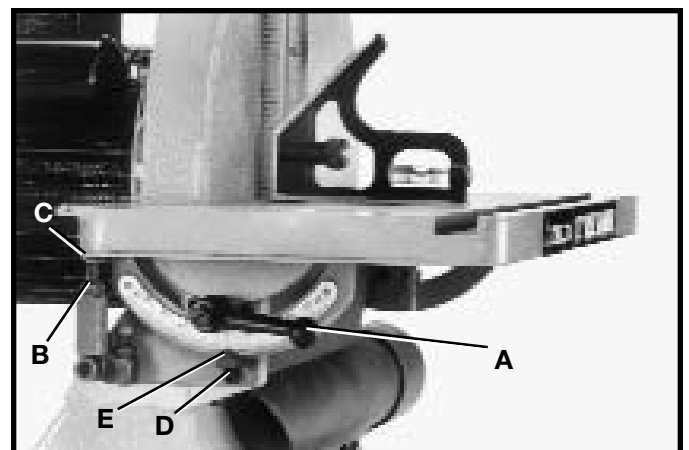

Fig. 12
1. Coloque una escuadra correcta sobre la mesa, con un extremo de la escuadra descansando contra el disco, conforme a lo ilustrado en la Fig. 12. Si la mesa no cuadra con el disco, haga lo siguiente: Afloje las agaraderas de cierre de la mesa, de las cuales aparece una en (A) Fig. 12, situadas a cada extremo de la mesa. **AVISO:** La agaradera de cierre de la mesa (A) Fig. 12 está cargada con resorte y puede ser reposicionada sobre el gorrón tirando de la agaradera y reposicionándola sobre la tuerca.
2. Afloje la tuerca de cierre (B) Fig. 12 y ajuste el tornillo (C) como corresponda hasta que la mesa cuadre con el disco abrasante. Apriete entonces tanto las agaraderas de cierre de la mesa como la tuerca de cierre (B).
3. Afloje el tornillo (D) Fig. 12 y ajuste el indicador (E) hasta que apunte hacia la marca de "0" en la escala. Apriete entonces el tornillo (D).